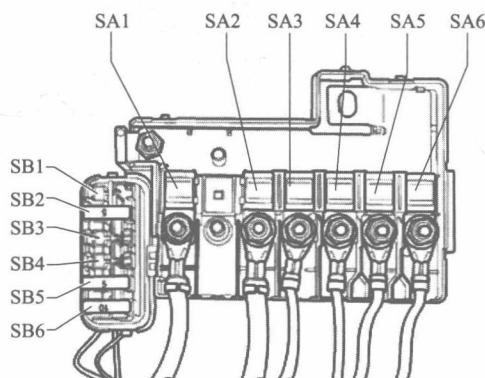

图 1-2 熔断器 SA、SB 分布
① 熔断器 SA 在左蓄电池上方熔断器架内, 熔断器位置见图 1-2。
② 熔断器 SB 在左蓄电池上方右侧熔断器架内, 熔断器位置见图 1-2。